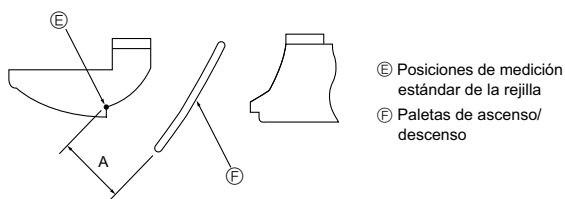

Fig. 7-10
- Para ajustar la dirección de flujo de aire deseada, mueva lentamente las paletas hacia arriba/abajo dentro del margen especificado. (Fig. 7-10)